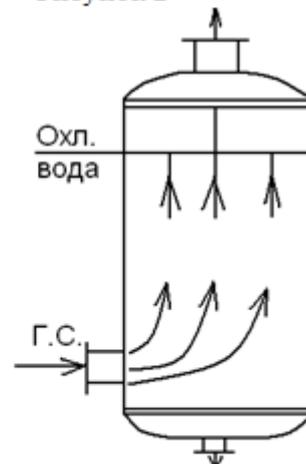

Рисунок 4
4). Рисунок 4 5). Иной вариант ответа